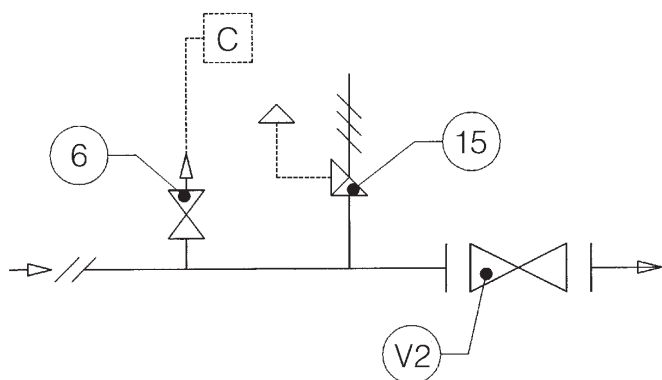

Fig. 8
3.1.1 DIRECT INSTALLATION IN THE LINE (Fig. 8)